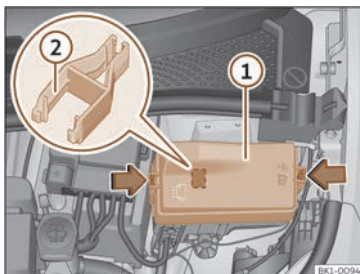

Fig. 187 No van dianteiro: tampa da caixa de fusibles.
- Prema as pestanas de bloqueio para desbloquear a tampa da caixa de fusibles >>> **fig. 187** **①**.
Na caixa de fusibles pode haber unhas pinzas de plástico para extraer fusibles >>> **fig. 187** **②**.